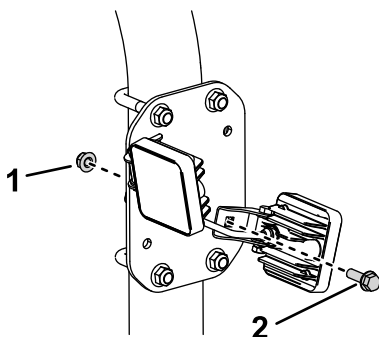

Bild 1
1. Entfernen Sie die hinteren Muttern und Schrauben von der Halterung der Arbeitsscheinwerfer, wie in Bild 1 dargestellt.